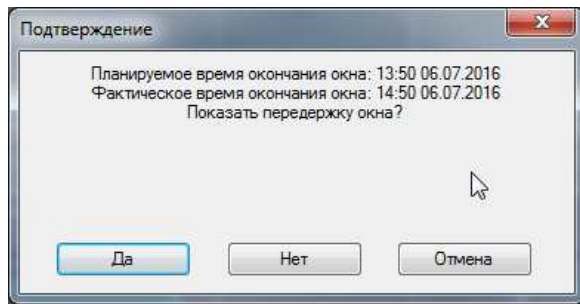

Рис.195. Окно подтверждения передержки «окна»
4. В случае, если время фактического окончания «окна» превысит время окончания окна по приказу может быть показана передержка «окна». Появится окно «Подтверждение» (см. рис. 195)